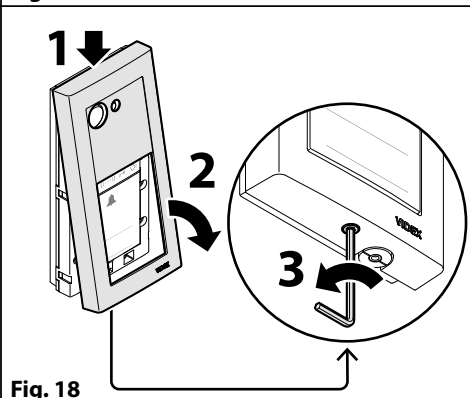

Fig. 18
6. Rimontare la cornice posizionandola prima sul lato superiore, quindi avvitare nuovamente la vite di fissaggio in senso antiorario (Fig. 18).